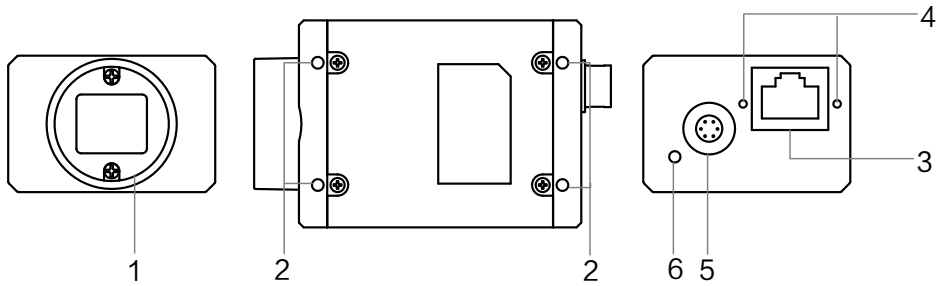

图1-3 29 mm × 44 mm × 59 mm
- 图 1-3 尺寸 29 mm × 44 mm × 59 mm 的千兆网口面阵相机外观。
- 29 mm × 44 mm × 59 mm（图 1-3）